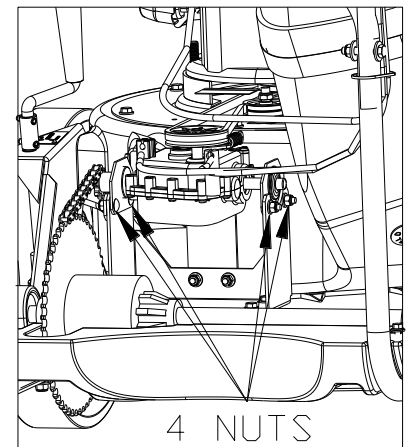

Fig. 20
10. Allentare 4 dadi che fissano la staffa del cuscinetto (v. Fig. 20, pagina precedente) e farla scorrere lentamente in avanti per tendere la catena e all'indietro per allentarla. Serrare nuovamente i 4 dadi e ricontrollare la flessione della catena. Ripetere questo passaggio se necessario.